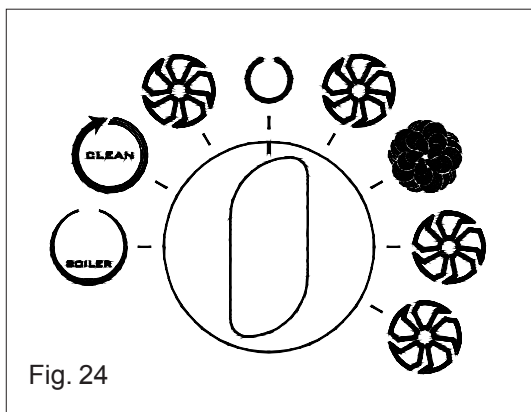

Fig. 24
- In caso di interruzione del ciclo, da parte dell'utente, viene emesso un segnale acustico della durata di 20 secondi durante i quali il ciclo può essere ripreso, riportando la manopola in posizione "CLEAN". Al termine dei 20 secondi d'avvertimento il ciclo viene terminato; riportando il selettore in posizione "OFF" (Fig.24) si ottiene lo scarico dell'acqua dal boiler.